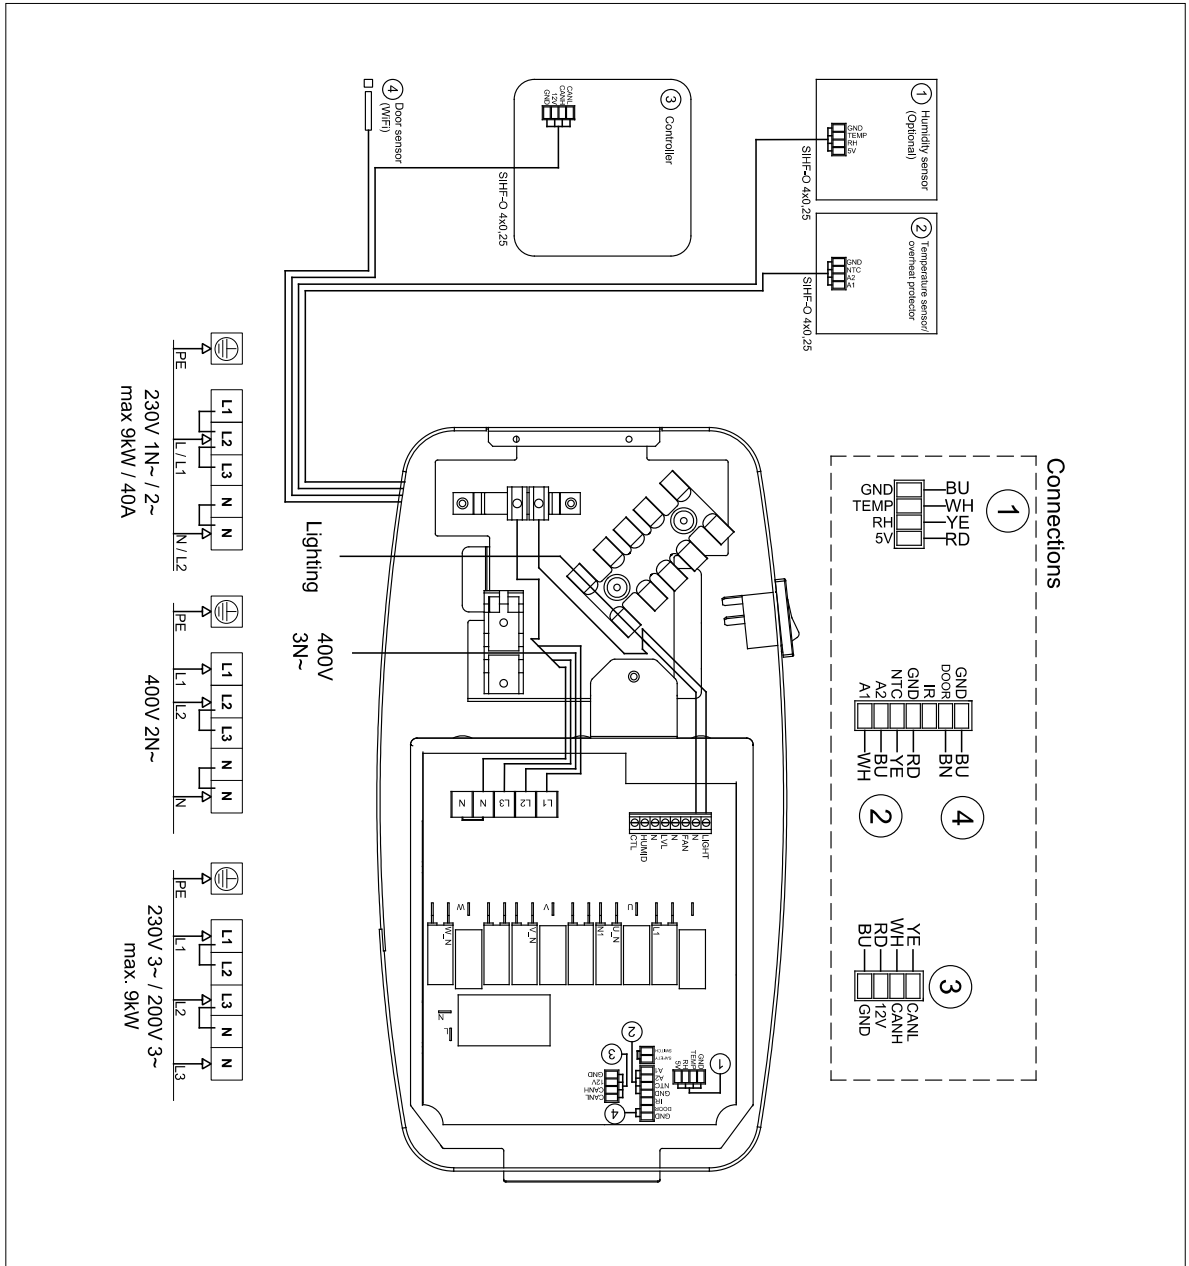

Abbildung 5.3-1. Verbindungsdiagramm
6. Sobald die Komponenten der Saunasteuerung installiert und angeschlossen sind, kann das Stromversorgungskabel gemäß dem Anschlussplan (Abbildung 5.3-1) an den Saunaofen angeschlossen werden. Das Stromversorgungskabel muss ein Gummikabel vom Typ H07RN-F oder gleichwertig sein. Der Kabelquerschnitt und die Sicherungswertung sind in Tabelle 6.1-2 angegeben.